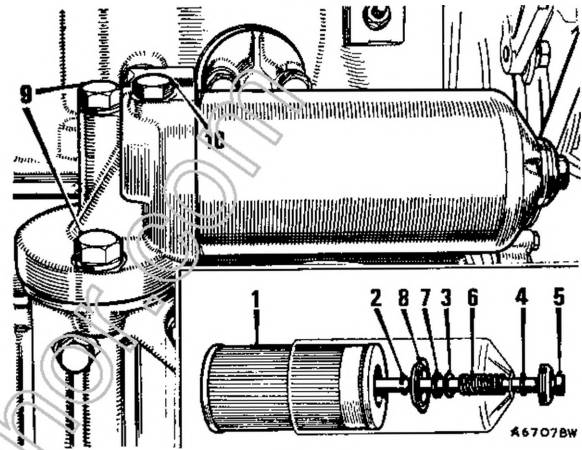

Fig. Aa. 1
6. Rimontare la calotta con un nuovo elemento e disporre i componenti interni nell' ordine illustrato alla figura Aa. 1. Assicurarsi che la guarnizione di tenuta sia in buono stato e che faccia ottima presa sul bullone di arresto.